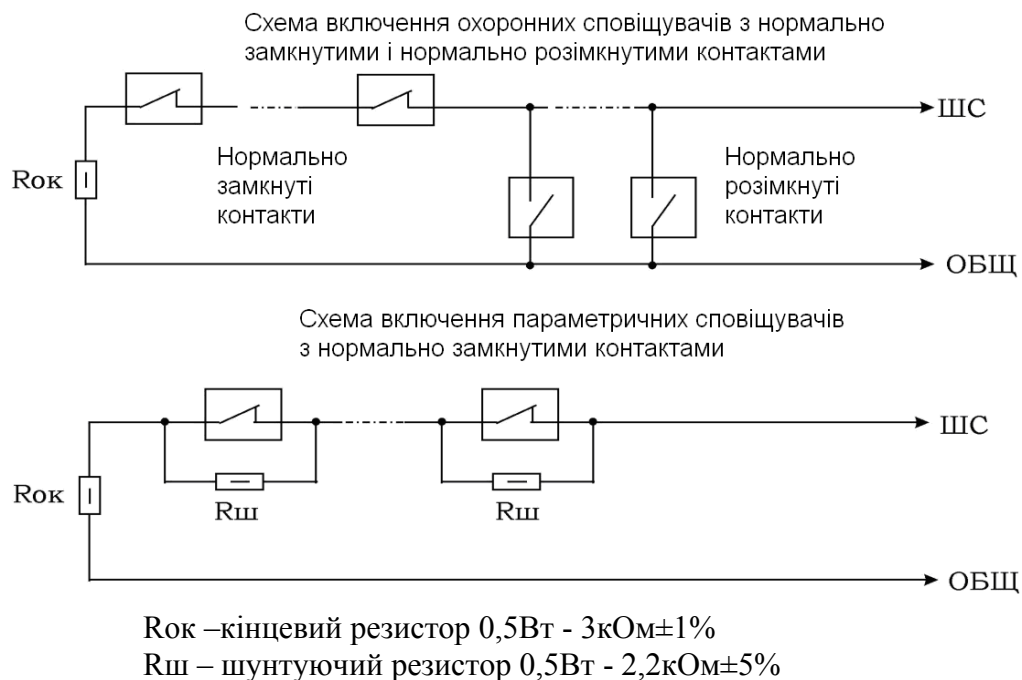

Рисунок 1. Схема підключення кінцевих резисторів
1.3 Підключити кінцеві, шунтуючі резистори й сповіщувачі в шлейф сигналізації згідно рис. 1.